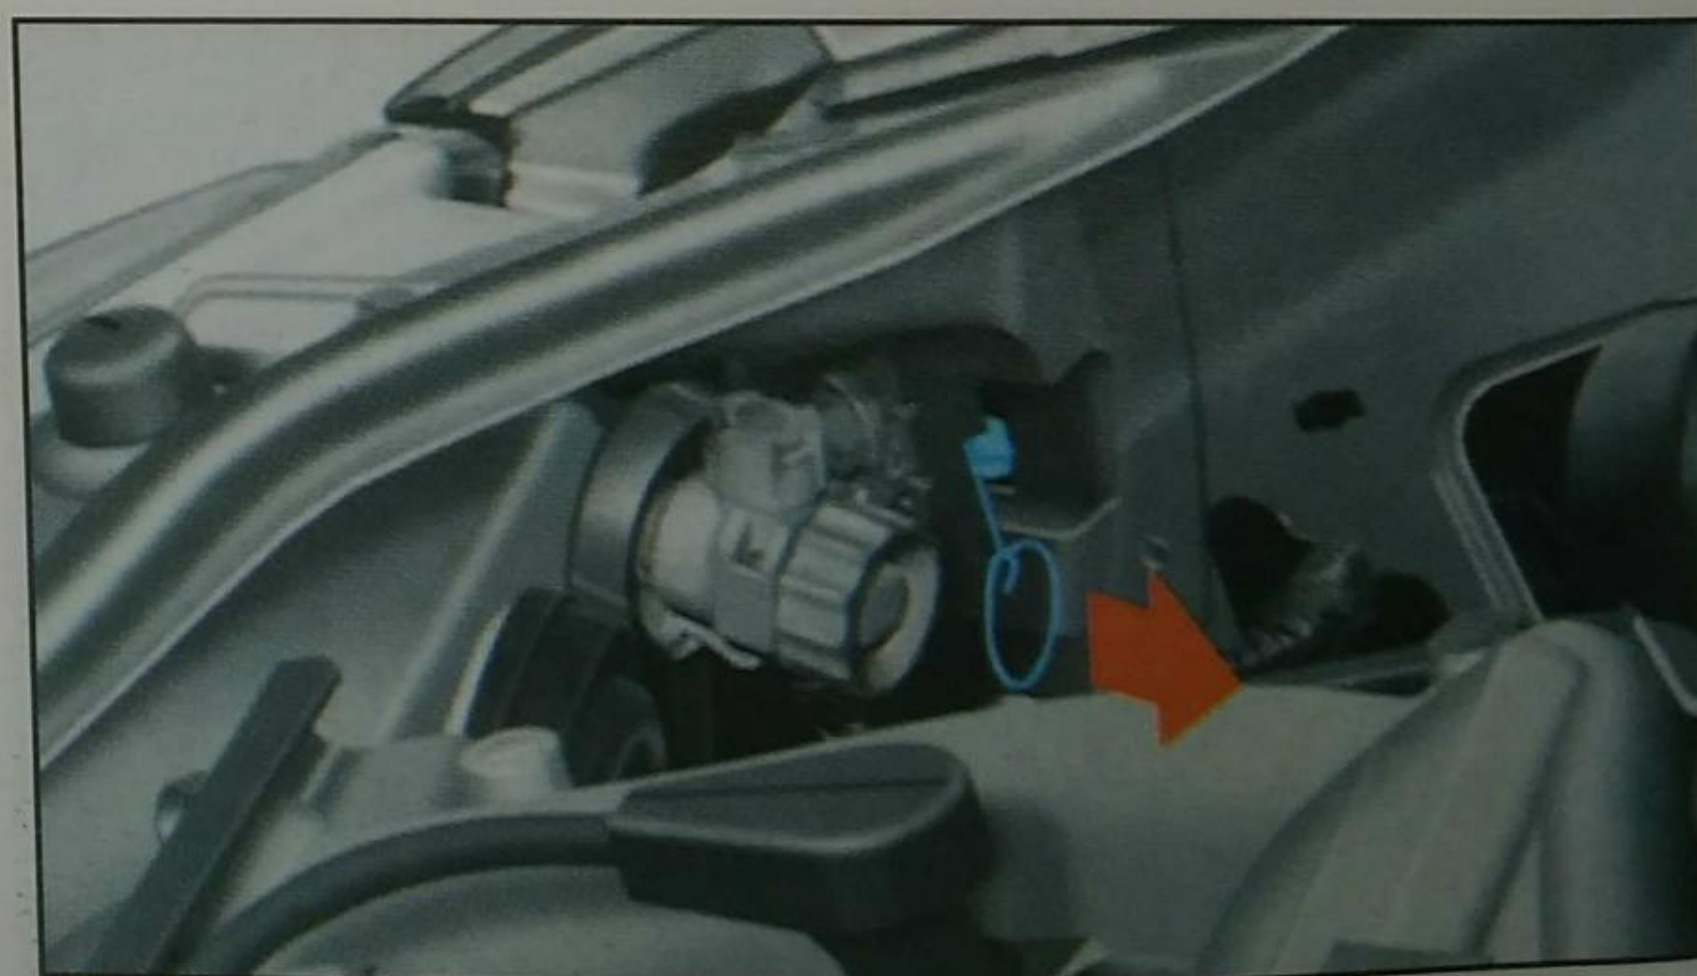

Fig. 15
- 1) Desenganchar el resorte de retención del lente fig. 15.
7) Reenganchar el resorte **A-fig. 15**.